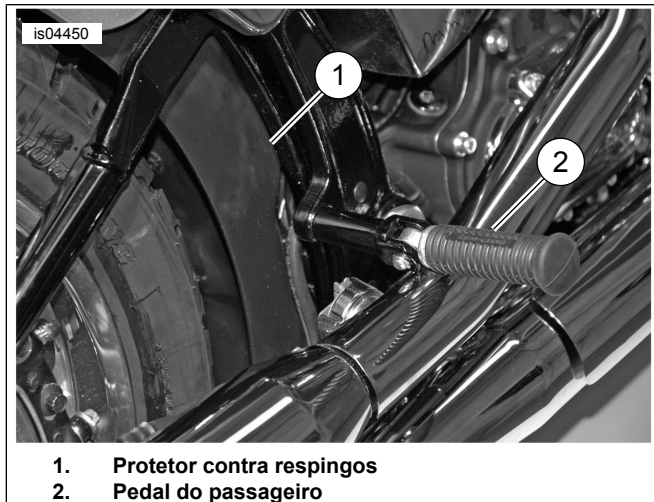

Figura 5. Protetor contra respingos e pedal do passageiro
1. Veja a Figura 5. Remova o parafuso da parte interna e levante as lingüetas para liberar o protetor contra respingos.
2. Veja a Figura 5. Deslize o protetor contra respingos para baixo dentro do poço da roda até sua posição original.